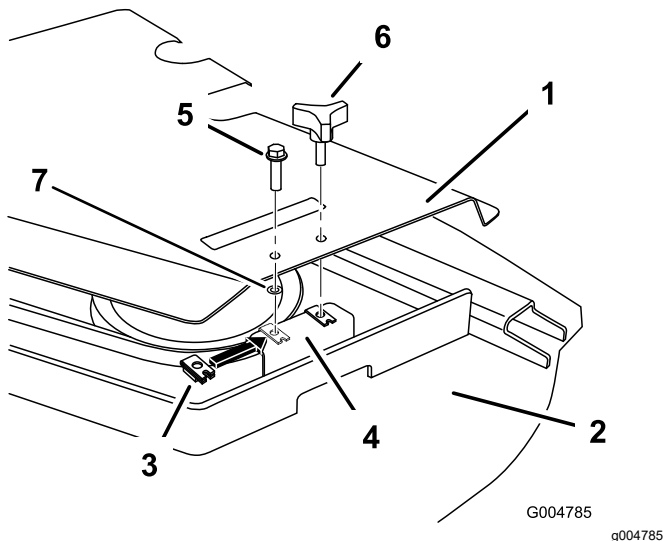

Figura 8
3. Instale una tuerca de retención en el taladro delantero del soporte de la carcasa (Figura 8).
4. Instale la cubierta de la correa con el perno (5/16" x 1¼") y una tuerca rápida (5/16"), según se muestra en Figura 8.